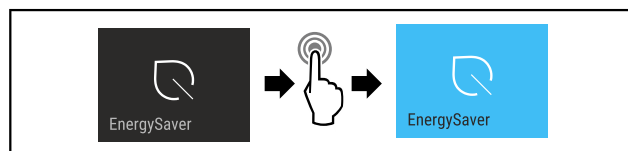

Fig. 14
- Eseguire i passaggi (vedere Fig. 14).